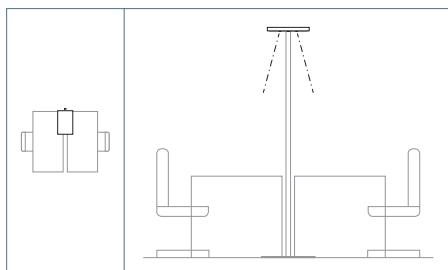

Fig. 7 : Orienter les capteurs pour la configuration du poste de travail : 2 postes de travail.
2. Pivoter chaque capteur en direction du bord avant du bureau jusqu'en butée, voir Fig. 7.